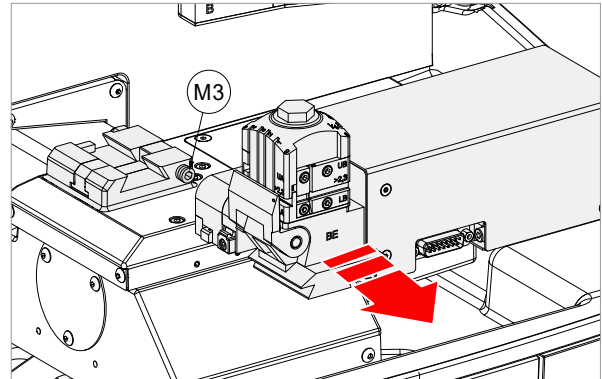

Bild 126
- 5) Die Spannbackeneinheit aus der entsprechenden Schwalbenschwanzführung nehmen (Bild 126).